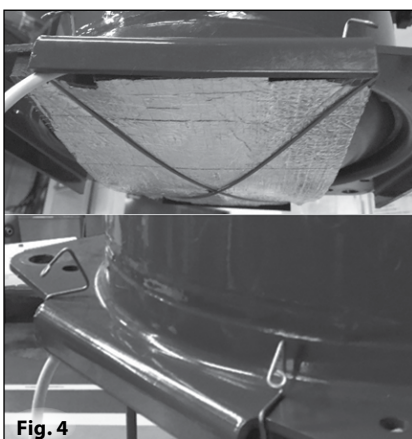

Fig. 4
- Install the bottom insulation under the baseplate and fasten with the two pins. (fig 4).
- Installer la mousse isolante sous l'embase et la maintenir avec deux épingles (Fig 4).
- Installare l'isolamento termico sul fondo, sotto il basamento, e fissare con le due clips. (fig 4).